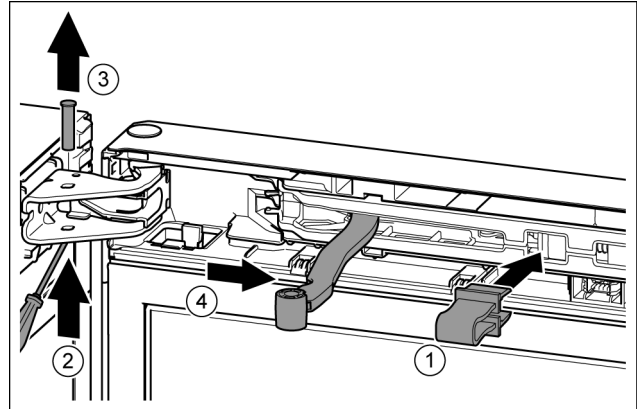

Fig. 11
- ▶ Innestare la protezione nell'apertura. Fig. 11 (1)
- ▶ Con un cacciavite spingere verso l'esterno il perno. Fig. 11 (2)
- ▶ Estrarre il perno verso l'alto. Fig. 11 (3)
- ▶ Ruotare lo snodo in direzione della porta. Fig. 11 (4)